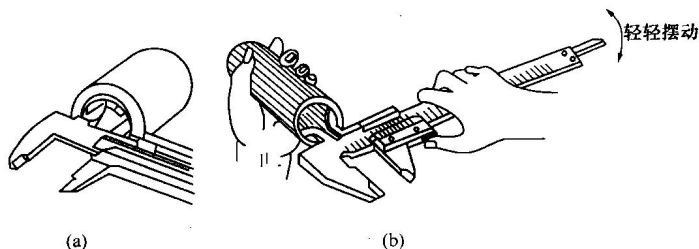

图 2-10 内径测量方法
(5) 测量工件内径尺寸时, 应使用量爪刀口狭窄测量面测量, 如图 2-10 (a) 所示。测量时应以尺身固定量爪贴平内孔表面, 右手拇指带动游标向外拉, 并以固定量爪为基准, 游标量爪作上下缓慢摆动, 如图 2-10 (b) 所示, 游标卡尺上所显示的最大读值为实际尺寸。